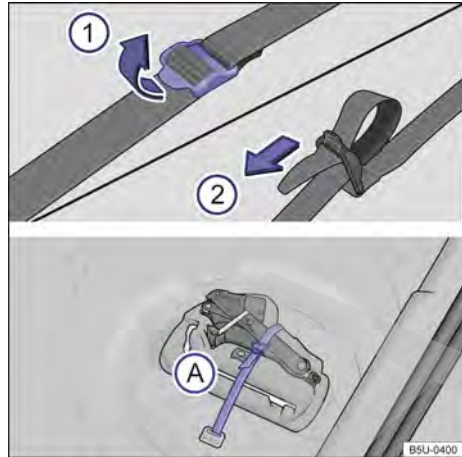

Fig. 122 En el maletero: cinta de fijación de la caja de herramientas y caja de herramientas de a bordo.
Para soltar la cinta de fijación → fig. 122 (A), tirar de la hebilla en el sentido de la flecha ①.